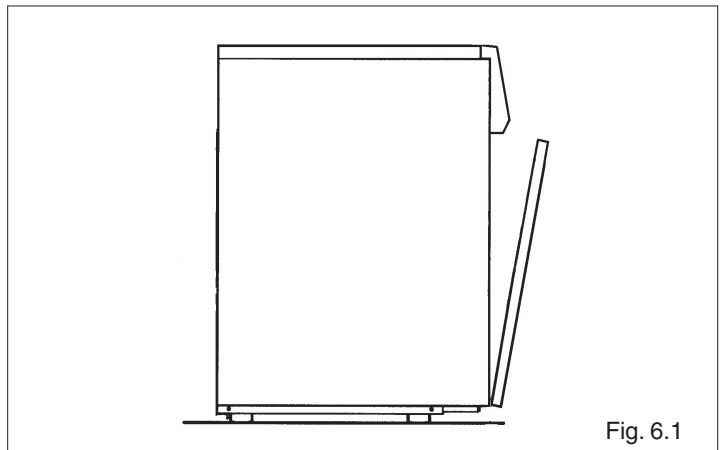

Fig. 6.1
- Rimuovere il pannello frontale della pannellatura (fig. 6.1)